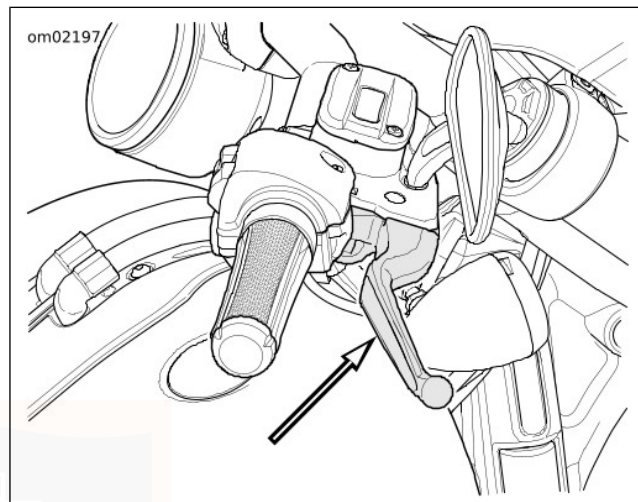

Figure 20. Levier de frein avant
Voir Figure 20. Le levier de guidon de frein avant (1) commande le frein de la roue avant. Le levier de frein est sur la droite du guidon. Actionner le levier de guidon avec les doigts de la main droite.